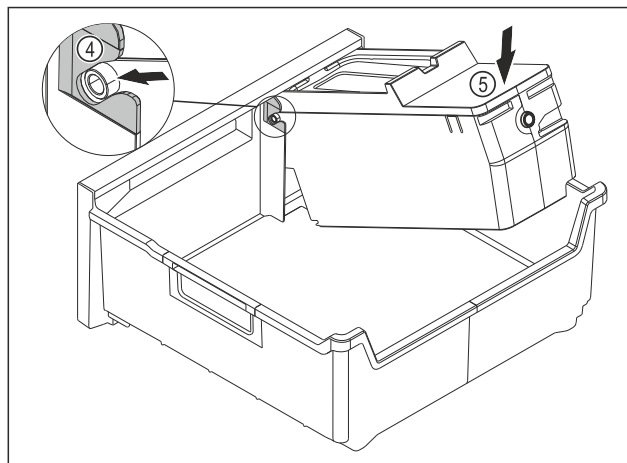

Fig. 87
- ▶ Monter le corps de l'EasyTwist-Ice : Insérer les axes du corps de l'EasyTwist-Ice dans les guides Fig. 87 (4).
- ▶ Appuyer l'arrière du corps de l'EasyTwist-Ice Fig. 87 (5) vers le bas.